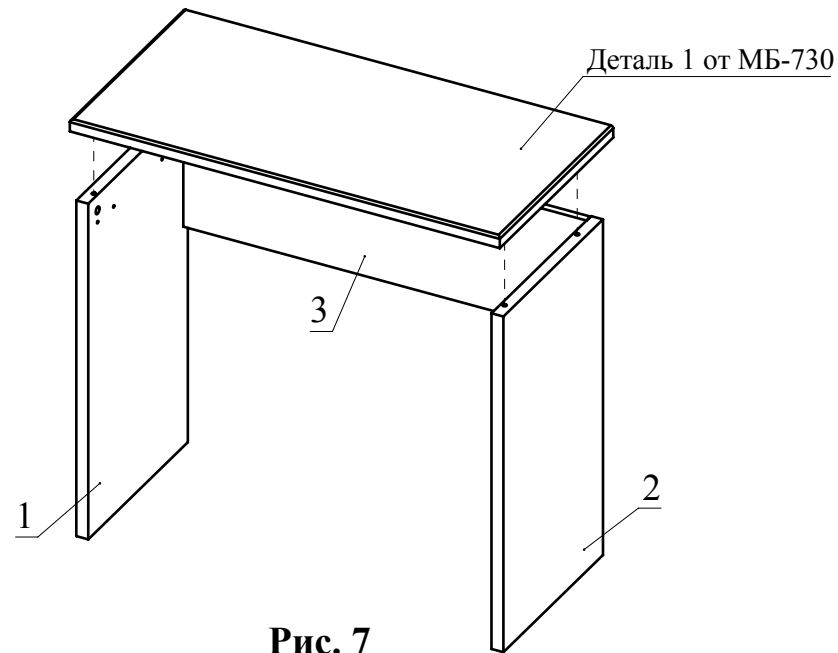

Рис. 7
6. Соедините деталь 1 (МБ-730) с полученной конструкцией и затяните головки минификсов (Рис. 7).